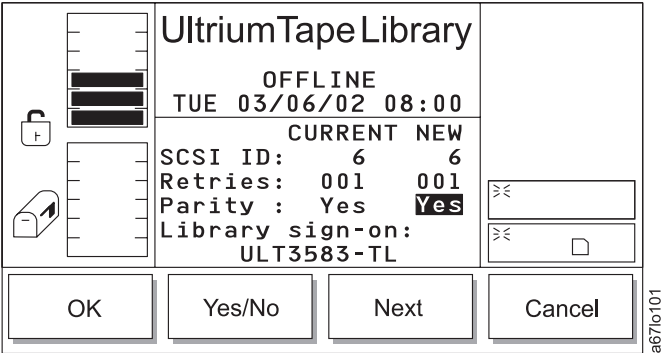

Abbildung 142. Paritätsdialog
- Wird **Next** ausgewählt, wird das nächste Feld in der Liste zum aktiven Feld. Ist das nächste Feld das Feld Parity und drücken Sie die Taste unter **OK**, erscheint der Paritätsdialog (siehe Abb. 142).
Tabelle 91. Übersetzung von Abb. 142, Paritätsdialog